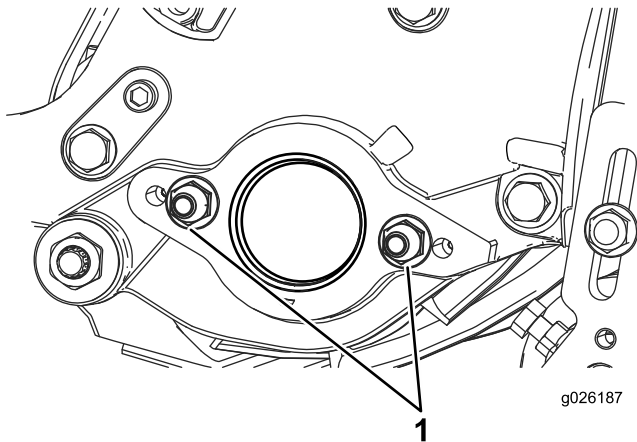

图7
2. 从右侧板卸下 2 个锁紧螺母（图7）。
4. 将 2 个滚刀马达安装锁紧螺母，安装至滚刀组左侧板（图7）。